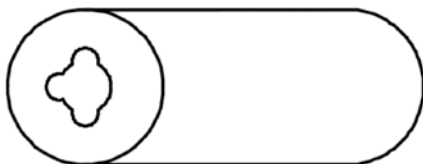

图 5-13 原始图形
❶ 打开“利用夹点移动图形练习.dwg”文件，原始图形如图 5-13 所示。